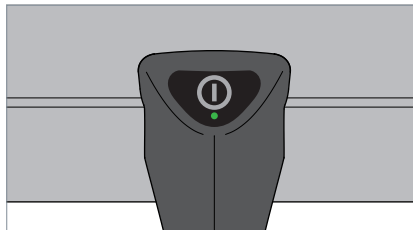

Fig. 6: Tasto.
- Premere il tasto, vedi Fig. 6.
- Premere il tasto e tenerlo premuto, vedi Fig. 6.